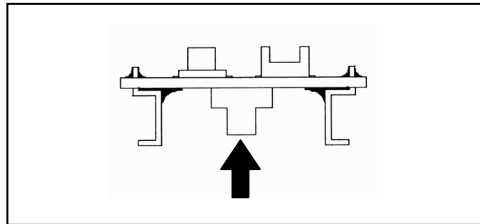

図4-4 ターゲットコネクタ突起図
- ①ターゲットシステムのIC搭載用フットパターンにクリーム半田を塗布してください。
- ②ターゲットコネクタの底面の中央に円形の突起（図4-4参照）があります。その突起の底面に2液硬化タイプのエポキシ接着剤（15～30分硬化タイプが適当）を薄く塗り、コネクタをターゲットシステムの所定の位置に仮止めしてください。そのときコネクタの1番ピン位置（コネクタの角がCカットされている位置）をターゲットシステムの1番ピン位置に合わせてください。